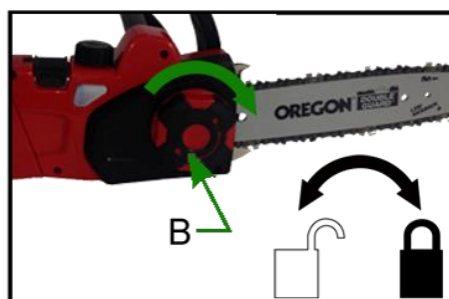

Fig. 4C
2. Stringere la manopola del coperchio laterale. La catena della sega è ben tesa (Fig. 4C).